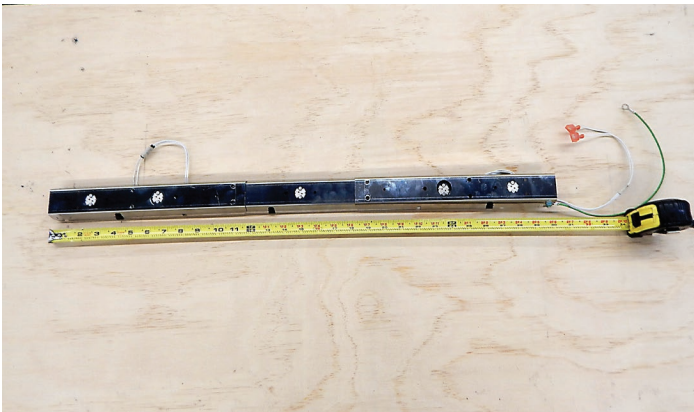

Figure 5
8. Pour installer l'ensemble d'éclairage LK9, l'étendre d'abord sur le plancher ou l'extrémité d'une table, tel qu'illustré à la **Figure 5**. Dans le cas de l'installation du foyer DVLL38BP, les trois supports d'ampoule se chevauchent et on a une longueur hors tout de 30 po (76 cm) de long une fois assemblés. Dans le cas de l'installation du foyer DVLL48BP, les extrémités des trois supports d'ampoule se chevauchent et on a une longueur hors tout de 42 po (107 cm) de long une fois assemblés.